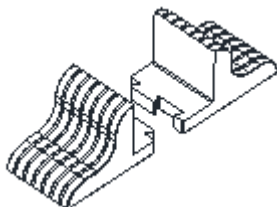

fig.2-1 Bases de support
Étape 1: Retirez les bases de support des accessoires. Leurs apparences sont montrées à la Fig.2-1.